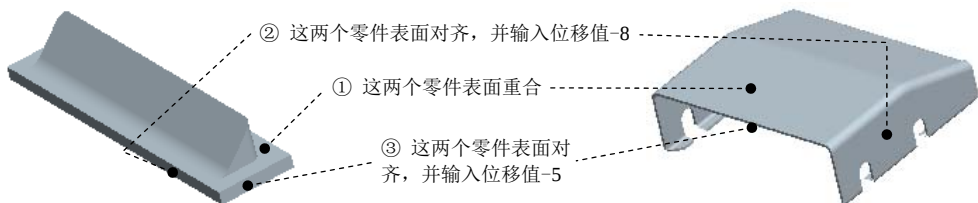

图 11.12.50 定义成形模具的放置
- (1) 选择命令。单击 **模型** 功能选项卡 **工程** 区域下的 **凸模** 按钮。
- (2) 选择模具文件。在系统弹出的“凸模”操控板中单击  按钮，系统弹出文件“打开”对话框，选择 D:\creo1.10\work\ch11\ch11.12 目录下的 sm_die.prt 文件为成形模具，并将其打开。
- (3) 定义成形模具的放置。单击操控板中的 **放置** 选项卡，在弹出的界面中选中 ☒ **约束已启用** 复选框并添加图 11.12.50 所示的三组位置约束。